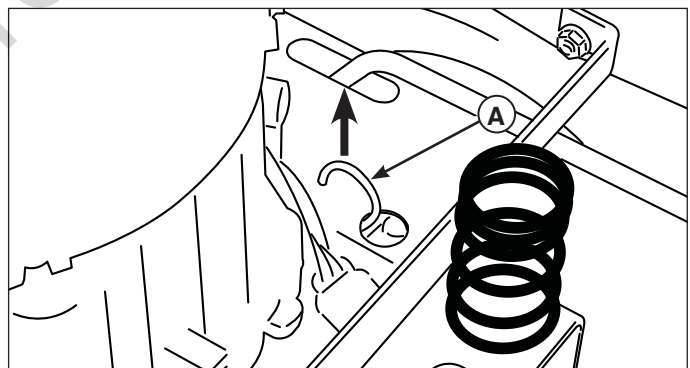

Figura 2. Componentes de liberación de rodamiento (en cada lado)
2. Para desactivar las transmisiones, tire de las varillas de liberación de rodamiento (A, Figura 2), ubicadas en cualquiera de los dos lados del motor, hacia arriba hasta la posición PUSH (EMPUJAR).